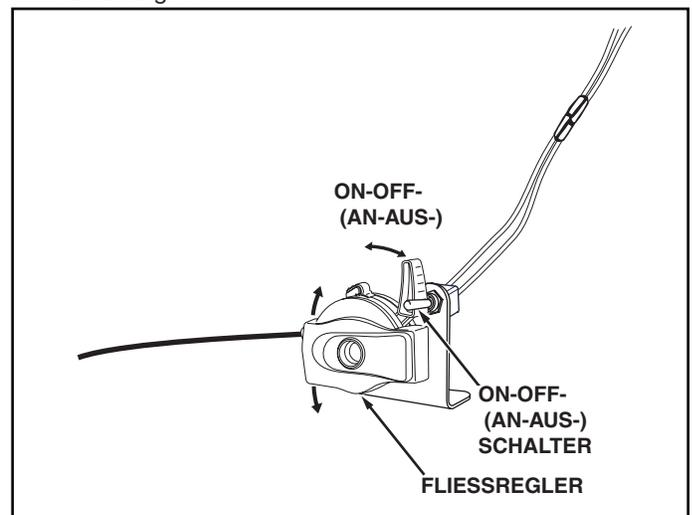

ABBILDUNG 14
24. Stellen Sie den Hebel des Fließreglers auf "OFF" (AUS). Nun sollte der "ON-OFF"- (AN-AUS-) Schalter ausgeschaltet sein. Ansonsten können Sie den Regler lösen und soweit drehen, dass der Hebel des Fließreglers den Schalter ausschaltet, wenn er in die "OFF"- (AUS-) Position bewegt wird. Siehe Abbildung 14.